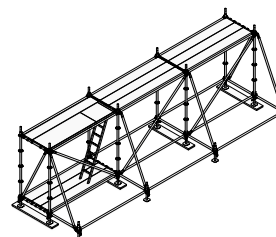

Abb. 26.3
- Unteres Geschoss (Abb. 26.3)